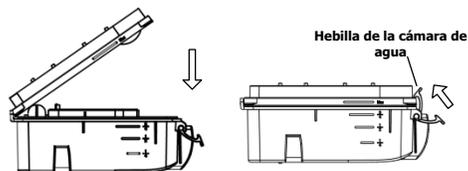

Fig. 5-6
(3) Montaje de la Cámara de agua: Colocar las dos partes de la cámara de agua, como se muestra en la Fig. 5-6. Presione con fuerza hasta que encajen perfectamente en su lugar.